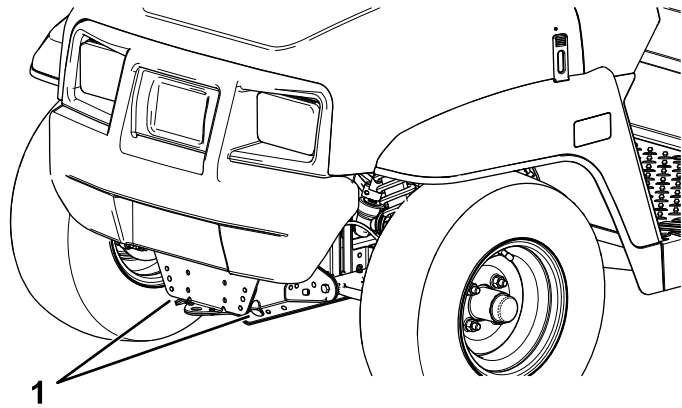
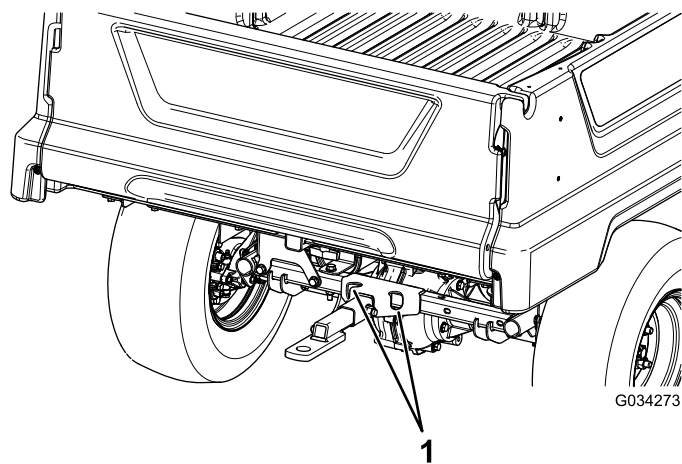

Figura 20
Figura 21
Consulte en la Figura 20 y Figura 21 la ubicación de los puntos de amarre de la máquina.
2. Conecte un cable de remolque al punto de remolque, en la parte delantera del bastidor de la máquina (Figura 20).